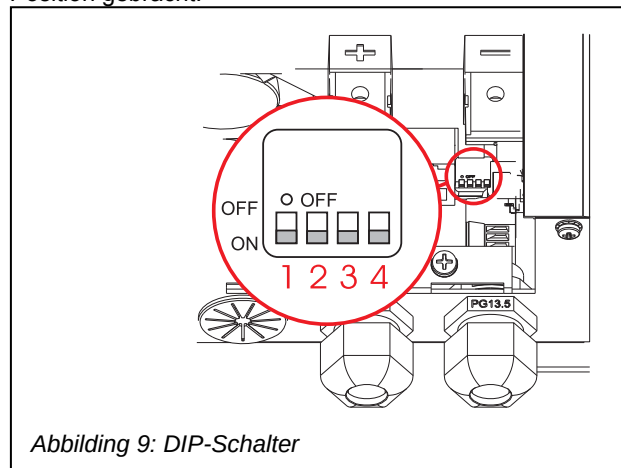

Abbildung 9: DIP-Schalter
- Flachschaubenzieher, 2 mm, für die Messklemmen (Abbildung 9, Punkt 10).